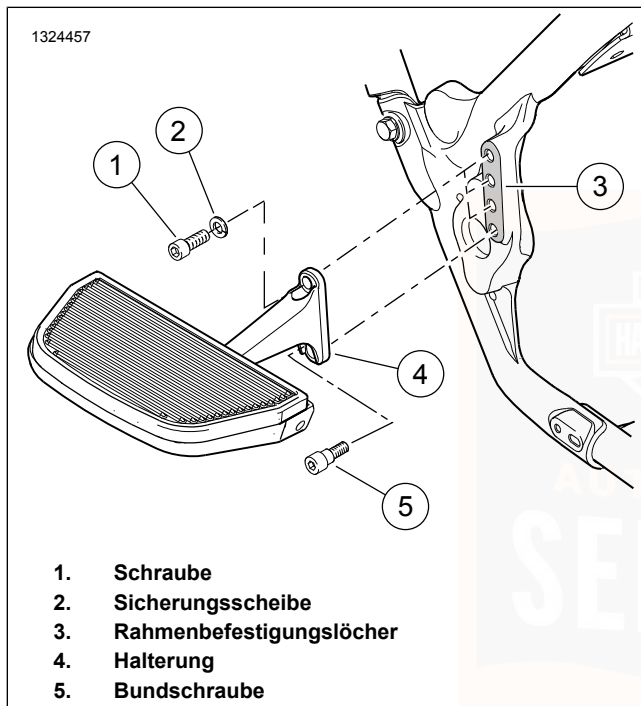
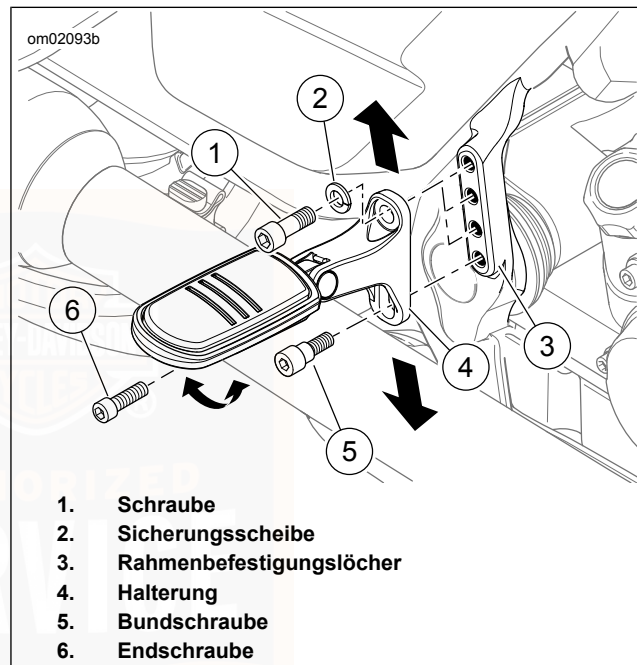

Abbildung 50. Soziustrittbrett
Abbildung 51. Soziusfußraste (typisch)
Siehe Abbildung 50 und Abbildung 51.
1. Siehe Abbildung 51. Die Endschraube (6) entfernen.